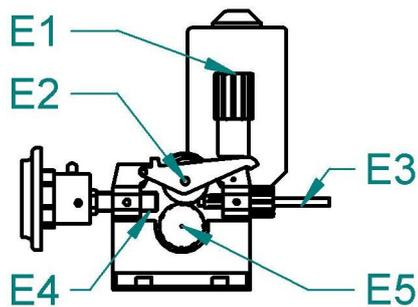

Abb. 4-Rollen Drahtvorschub
- a) Kippen Sie die Spannmutter (Abb.4, Pos. E1) bei Doppel-Drahtvorschubrollen nach rechts, bzw. bei Vier-Drahtvorschubrollen nach vorn, die Andruckrolle (Abb.4, Pos. E2) wird nach oben geöffnet.
- b) Schrauben Sie das PVC-Sicherungsteil heraus (Abb.4, Pos. E5) und nehmen Sie die Drahtvorschubrolle ab.
- c) Sofern an der Drahtvorschubrolle die geeignete Rille ist, drehen Sie die Rolle um und setzen Sie sie wieder auf die Welle und sichern sie durch Einschrauben des Sicherungsteils ab (Abb. 4 Pos. E5).
- c) Schneiden Sie das am Rand der Wickelrolle befestigte Drahtende ab und schieben es in der Drahtseele (Abb. 4, Pos. E3) über die Drahtvorschubrolle (Abb.4, Pos. E3) und etwa 5 cm in das Rohr des Konnektors EURO (Abb.4, Pos E4). Kontrollieren Sie ob der Draht durch die richtige Rille der Drahtvorschubrolle führt.
- d) Kippen Sie die Andruckrollen so herunter (Abb. 4 Pos. E2), damit die Zähne ineinander greifen und bringen Sie die Spannmutter (Abb.4, Pos. E1) in senkrechte Lage.
- e) Stellen Sie den Druck der Spannmutter so ein, dass ein problemloser Transport des Drahtes gewährleistet ist, wobei der Draht nicht deformiert werden darf. Die Stellschraube befindet sich unter der PVC-Schraube (Abb. 4, Pos.E1).